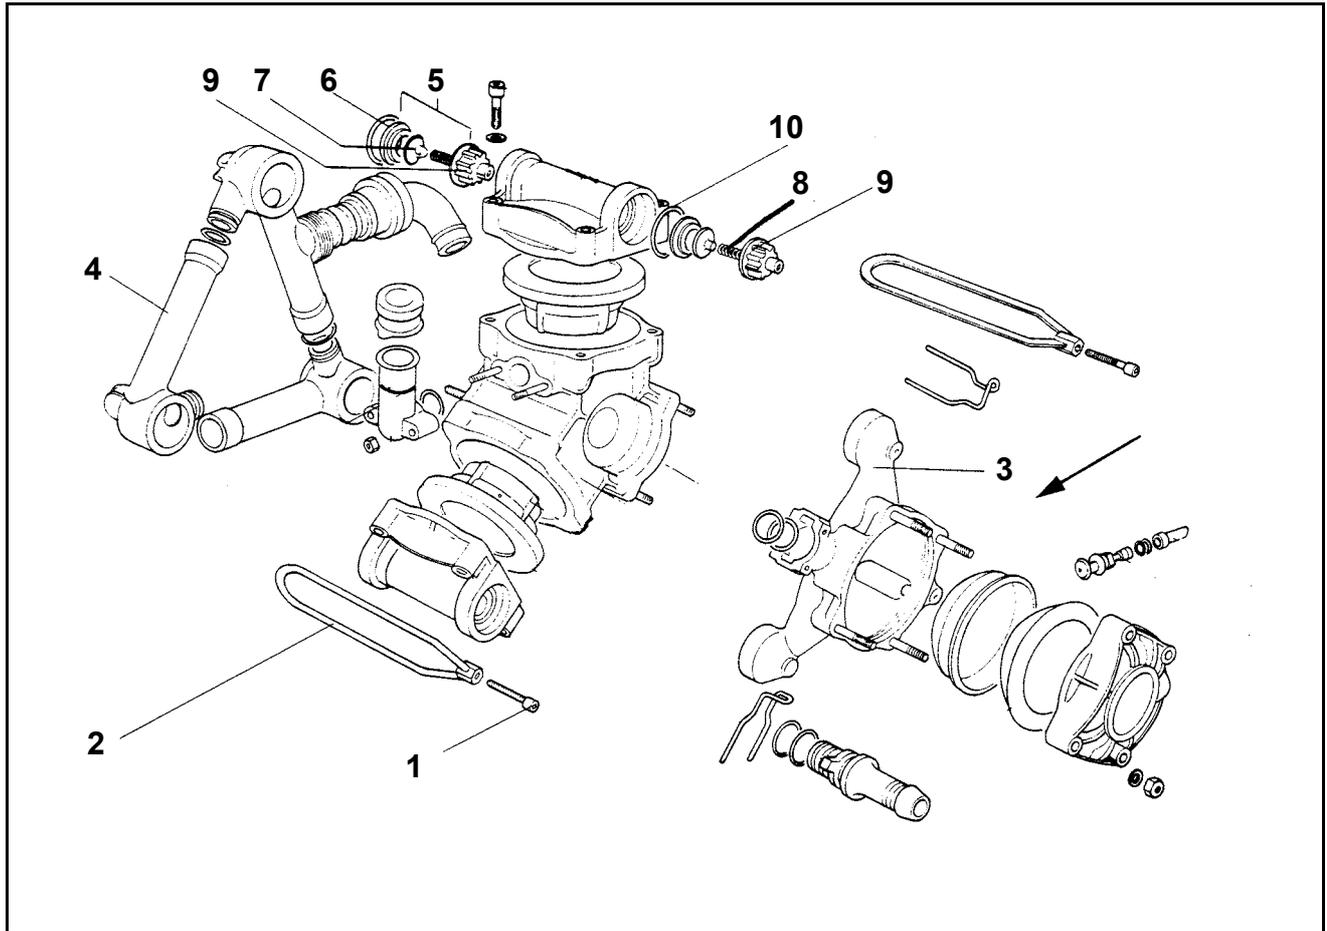

Fig. 38
- Desserrer les vis (Fig. 38/ 1) et retirez l'étrier (Fig. 38/ 2), enlevez les tubes d'aspiration et de refoulement (Fig. 38/ 3 et Fig. 38/ 4).
- Enlevez les jeux de clapets (Fig. 38/ 5).
- Contrôlez l'état des sièges (Fig. 38/ 6), des clapets (Fig. 38/ 7) des ressorts (Fig. 38/ 8) des guides (Fig. 38/ 9) et retirez les joints toriques (Fig. 38/ 10).
- Après les avoir vérifiés et nettoyés, remontez les jeux de clapets (Fig. 38/ 5).
- **Au remontage, veillez à ce que les guides (Fig. 38/ 9) ne soient pas endommagés. Leur endommagement peut provoquer le blocage des clapets.**
- Appliquez les conduits de refoulement (Fig. 38/ 3) et d'aspiration (Fig. 38/ 4) sur leur emplacement et fixez les avec les étriers.
- Serrez les vis (Fig. 38/ 1) en étoile avec un couple de serrage de **11 Nm**.